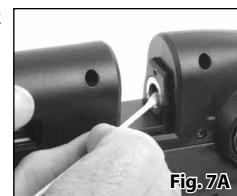

Fig. 7A
3. Smør bundstykkets O-ring og boltspids med en vatpind som vist i Fig. 7A. Til dette formål anbefales Crosman RMCOIL. Udfør denne procedure, hver gang luftbøssen har affyret ca. 100 skud.